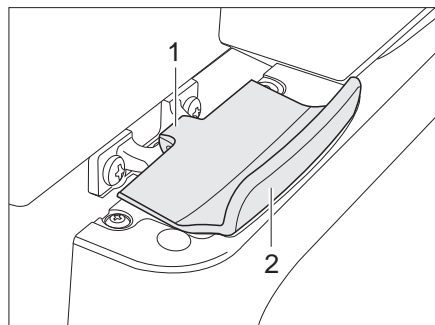

Bild 141 Verriegelung der Kühlschranktür, geschlossen (Thetford)
- Kühlschranktür am Griff (Bild 141,2) öffnen. Die Verriegelung (Bild 141,1) wird automatisch gelöst.